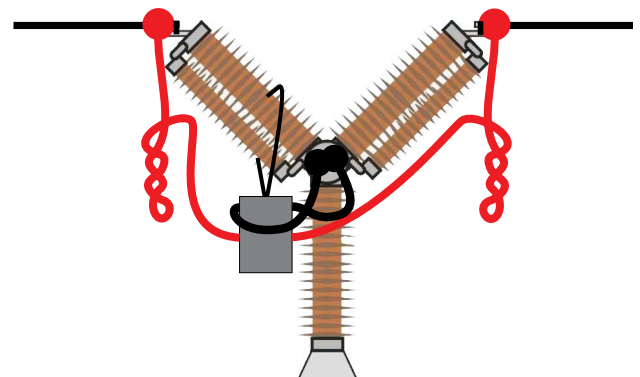

Abb. 5.2.2 Durch Verdrillen der Stromkabel lassen sich Störungen eindämmen, indem das durch Kabelschleifen und Unterbrecher erzeugte Magnetfeld minimiert wird.
- 4] Durch Verdrillen der Kabel wie auf Abb. 5.2.2 lassen sich Störungen eindämmen, indem das durch Kabelschleifen und Unterbrecher erzeugte Magnetfeld minimiert wird.